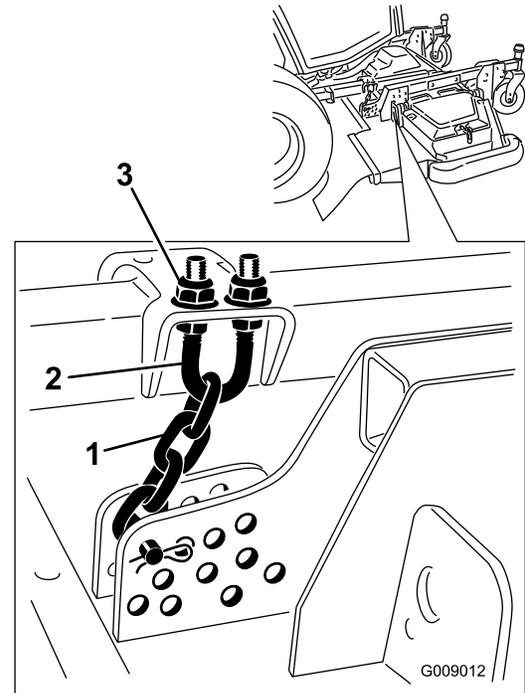

Figure 140
- Desserrez les écrous de blocage en haut ou en bas de l'étrier fileté de la chaîne de hauteur de coupe (Figure 140).